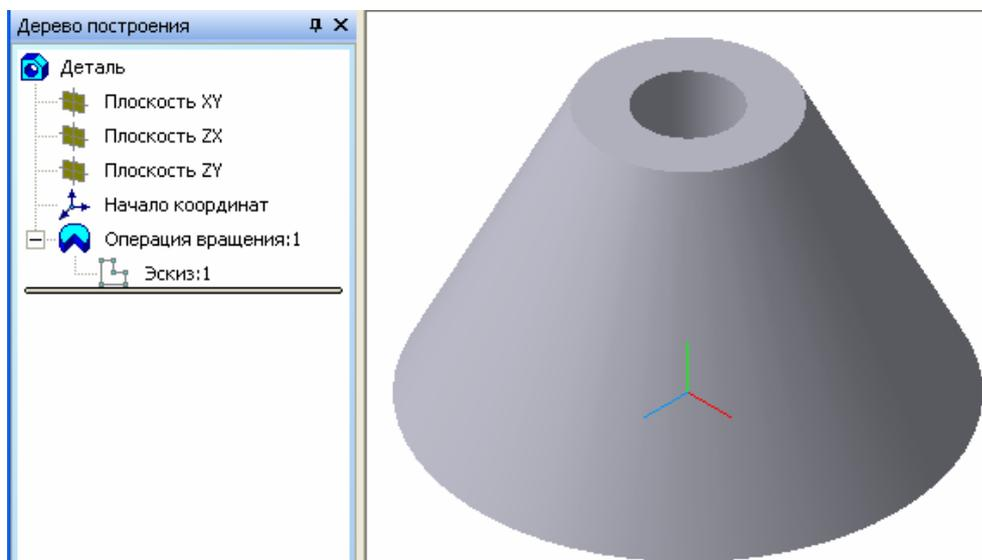

Рисунок 42
2. Выберем команду **Операция Вращения** . Вращение осуществляем в режиме сфероида, при котором построение элемента производится с учетом проекции концов контура на ось вращения, т. е. в результате получится сплошной элемент. (Рисунок 42.)